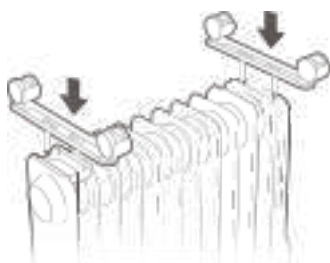

figure 1
2. Comme indiqué sur la figure 1, alignez le trou de montage d'un ensemble de roulettes et installez-le sur la vis de la plaque du patin de roulette à l'extrémité de l'aillette du radiateur, et l'autre ensemble de roulettes est aligné sur les vis montées à l'inférieure du boîtier de commande.